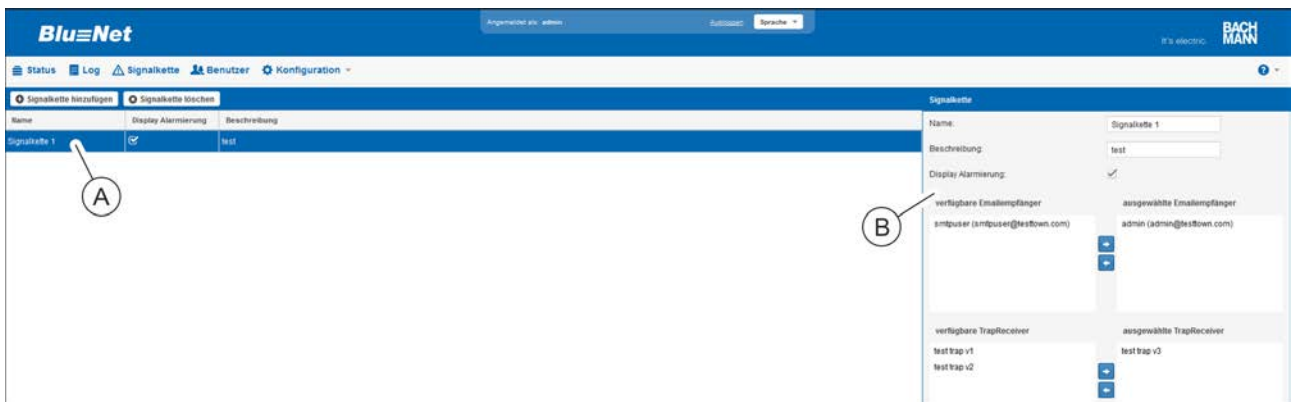

Abb. 158: Menü "Signalkette"
2. ➔ Gewünschte Signalkette auswählen (Abb. 158/Ⓐ).
3. ➔ Ausgewählte Signalkette im Bereich „Signalkette“ (Abb. 158/Ⓑ) modifizieren und die Änderung speichern.